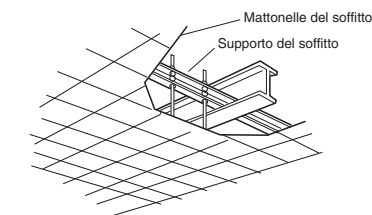

Fig. 3-18
- Usare supporti per soffitto esistenti o costruire un supporto adatto come indicato in Fig. 3-18.